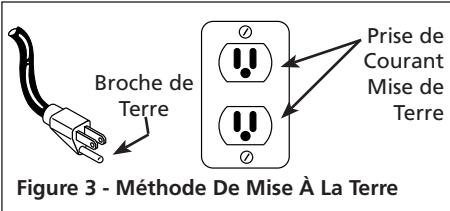

Figure 3 - Méthode De Mise À La Terre
5. Ce produit est conçu pour l'utilisation sur un circuit nominal de 120 volts et à une fiche de terre comme indiquée sur le Figure 3.